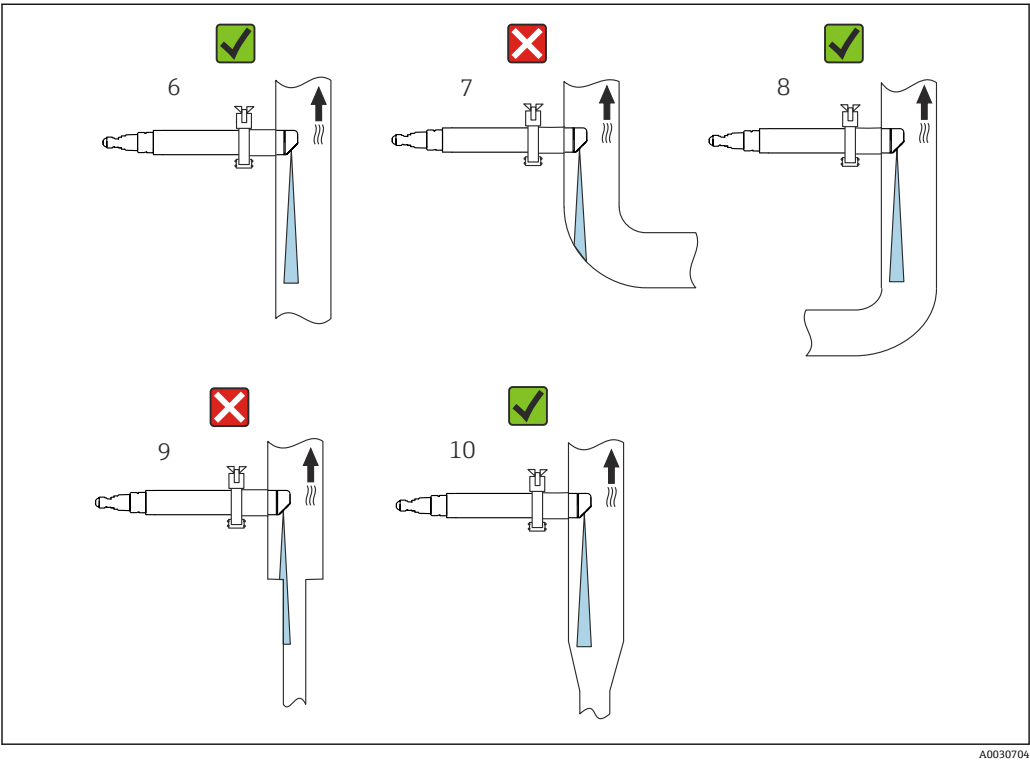

图 9 管道和安装支架的安装方向
- 选择传感器安装位置，使得光束不会发生反射→ 图 9, 图 14（图号 6）。